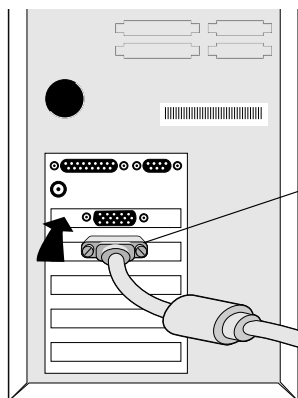
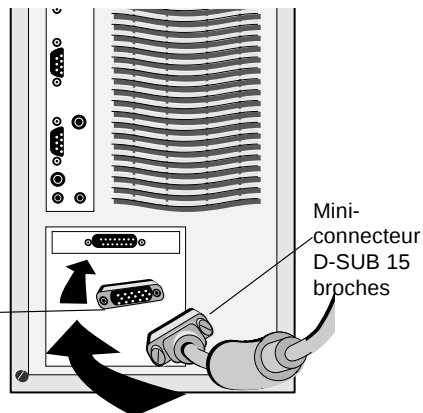

Figure A.1
Figure B.1
2. Pour un PC : branchez le mini-connecteur D-SUB à 15 broches du câble vidéo approprié sur le connecteur de la carte vidéo de votre ordinateur (**Figure A.1**). Serrez toutes les vis.
Macintosh : Branchez l'adaptateur de câble pour Macintosh du MultiSync LCD1830 sur l'ordinateur (**Figure B.1**). Branchez le mini-connecteur D-SUB à 15 broches du câble vidéo approprié sur l'adaptateur de câble pour Macintosh du MultiSync LCD1830 (**Figure A.1**). Serrez toutes les vis.